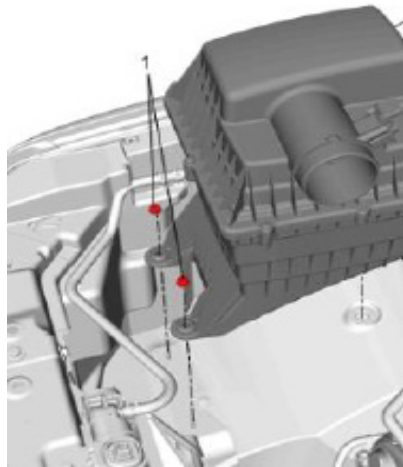

Figura 2
2. Retire las dos tuercas que retienen el alojamiento de la caja de aire de fábrica (1 en la figura 2). Retire el alojamiento del vehículo - el alojamiento es sostenido por pasacables en el alojamiento de la rueda. Jale firmemente para retirar la caja y girar el claxon fuera del orificio en la defensa.